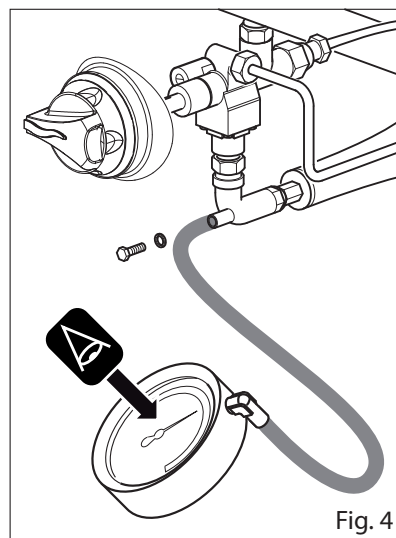

Fig. 4
- Die Schraube am Druckanschluss lösen (Abb. 4);